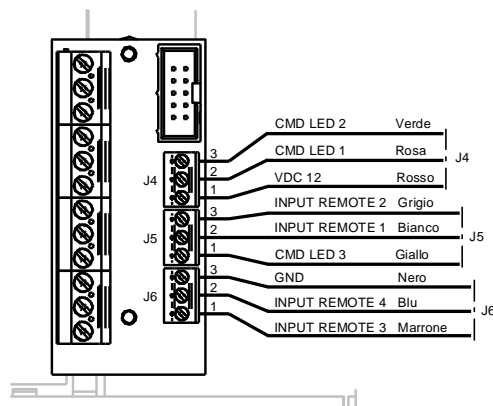

Figura 20
- Il cavo di comando viene collegato ai connettori J4-J5-J6 secondo lo schema di figura 20.